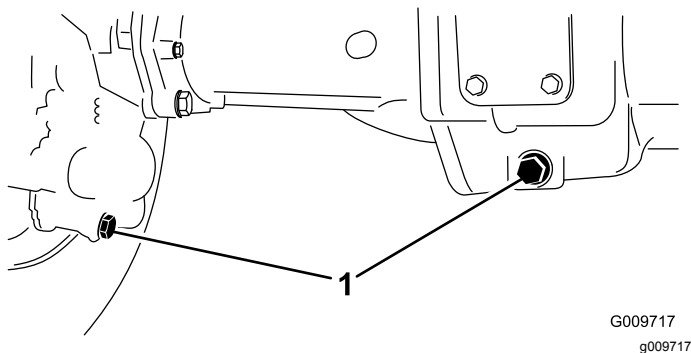

図 70
2. ドレンプラグ図 70左右端に個と中央に個、全部で3個あるの周辺をきれいに拭く。